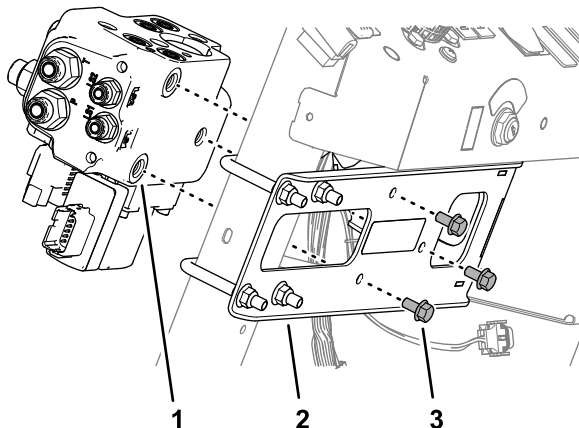

Bild 81
1. Richten Sie die Löcher im Gehäuse des EHI-Lenkventils auf die Löcher in der Verteilerbefestigung aus (Bild 81).
2. Befestigen Sie das Ventil mit drei Bundkopfschrauben (8 x 16 mm) an der Befestigung (Bild 81).